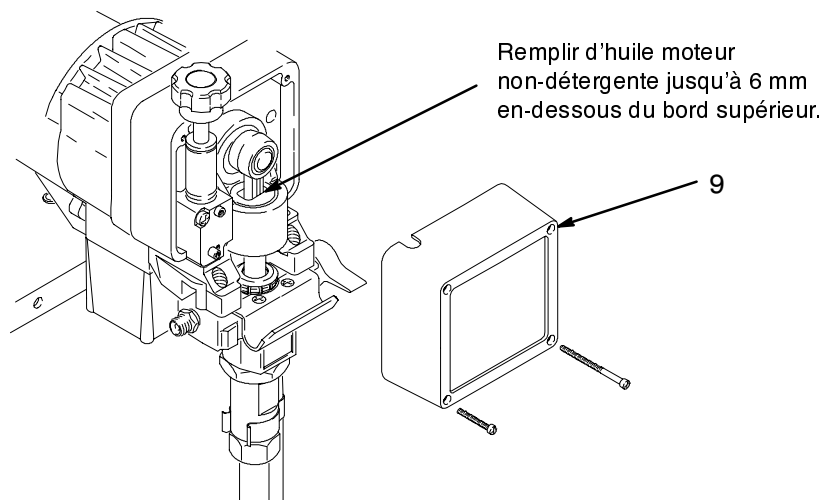

Fig. 4
TOUS LES MOIS: Retirer le capot avant (9) et remplir la cavité de la bielle d'huile moteur non détergente jusqu'à 6 mm en-dessous du bord supérieur. Voir Fig. 4.